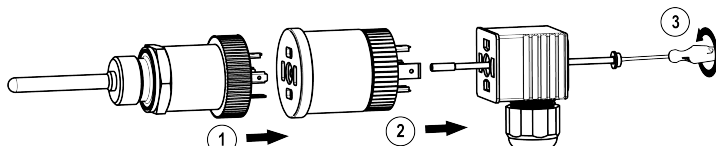

Рисунок 3 – Монтаж прибора
- выполнить монтаж прибора в следующем порядке (см. *рисунок 3*): соединить прибор с датчиком (1) и угловым разъемом (2), ввернуть и затянуть винт крепления (3) из комплекта крепежных элементов.